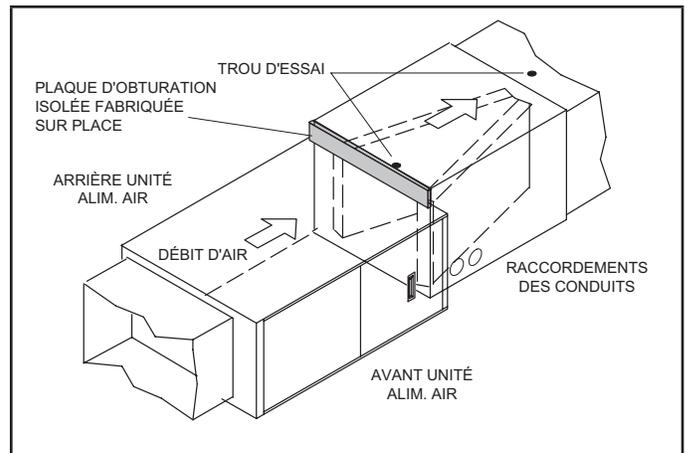

FIGURE 2. Serpentin de largeur D avec générateur d'air chaud de largeur C
- 5 - **Applications utilisant l'unité CK40HT de largeur D avec un générateur d'air chaud de largeur C** - La figure 2 montre une application qui comprend un serpentin de largeur D et un générateur d'air chaud de largeur C. Cette application nécessite la construction d'une plaque d'obturation isolée, fournie sur place, pour couvrir l'espace ouvert sur l'enceinte du serpentin